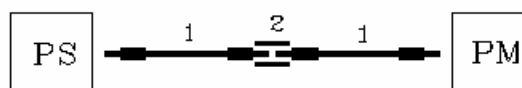

Bild 1: Referenzmessung (Abgleich) 1 = Referenzkabel, 2 = Referenzkupplung
- Dämpfung in Transmission bei 1500 nm bei Einmodenfasern über gesamte Länge incl. Stecker nach dem Pegeldifferenzverfahren (Bild 1 und 2)
Zur Vorbereitung der Dämpfungsmessung ist eine Referenzmessung (Abgleich) erforderlich. Dazu werden der Pegelsender und der Pegelmesser über zwei Adapterkabel und eine geeignete LWL-Kupplung miteinander verbunden (siehe Bild 1). Die Adapterkabel müssen die gleichen Kabel sein, die auch bei der Dämpfungsmessung verwendet werden. Die Referenzmessung ist für jedes Kabel bzw. nach jedem Transport des Pegelsenders durchzuführen.